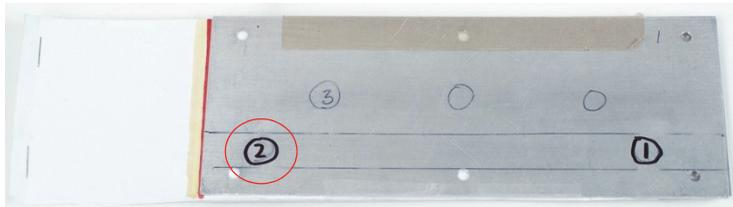

Figura 5-103 Posición 2 del estándar de calibración
7. Coloque la sonda en la posición 2 (vea la Figura 5-103 en la página 219) y, a continuación, pulse la tecla FREEZE (\ast).